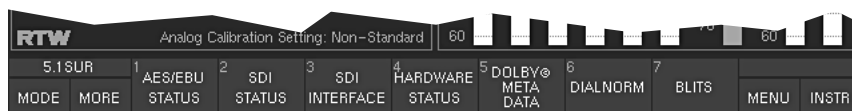

Bild 3-7: Die zweite Instrumenten-Ebene der Steuerleiste (nach dem Anwählen von „MORE“ sichtbar)
2. Drücken (Klicken) Sie die Taste (die Schaltfläche) **„MORE“**, wenn Sie einen der aktuell nicht sichtbaren Instrumenten-Typen wählen möchten. Die Schaltflächen 1 bis 7 in der Steuerleiste zeigen nun die zweite Ebene mit weiteren verfügbaren Instrumenten an (Darstellungsarten, siehe Bild 3-7).